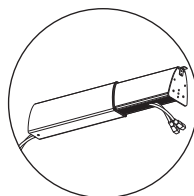
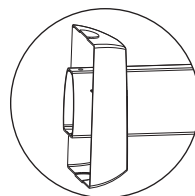
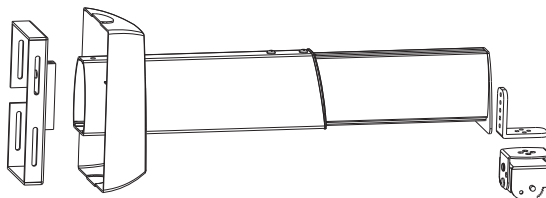

图1
图2
图3
- ① 首先把线材收纳到安装支杆内, 如图1。然后把底盖套入吊架支杆, 如图2。把后安装板安装到吊架支杆, 紧固螺丝(配件⑤), 如图3。把前安装板安装到吊架副杆的面板上, 再把角度调节器安装到前安装板上, 紧固螺丝(配件⑥), 如图4。